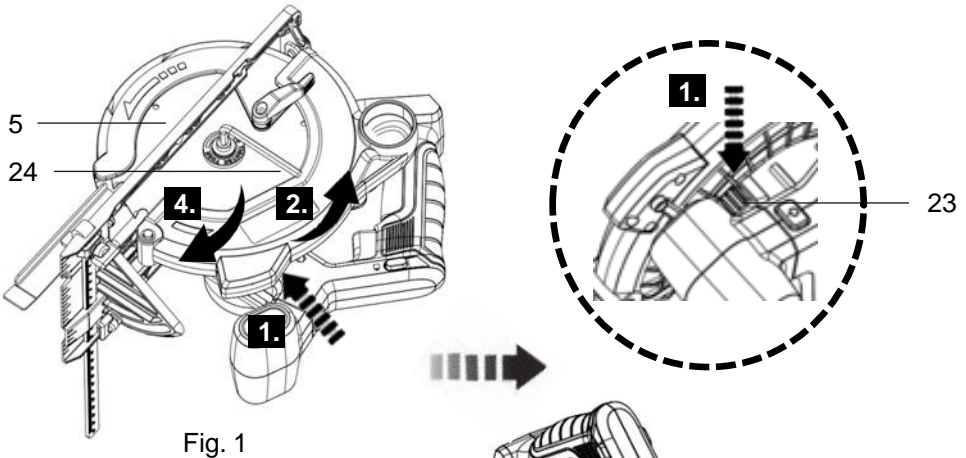
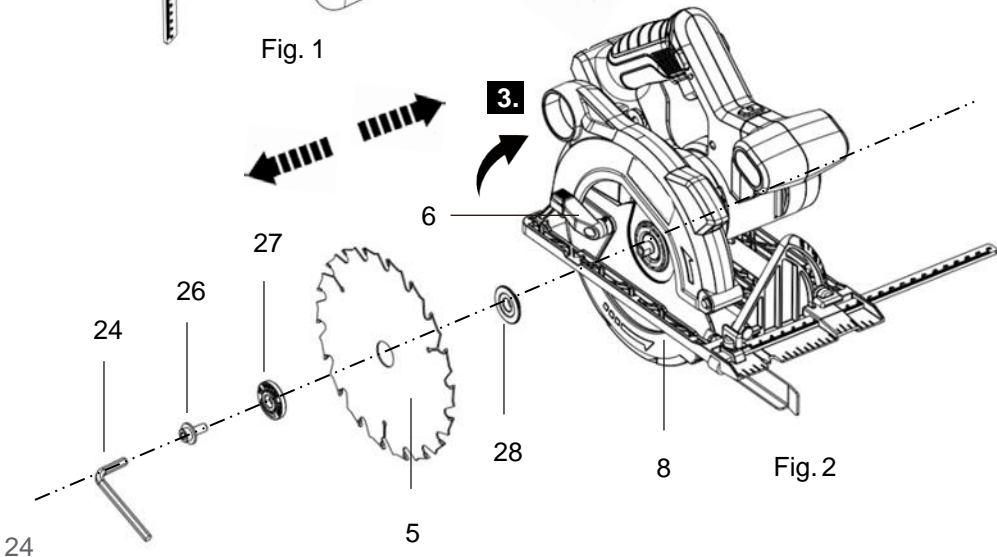

Fig. 1
Fig. 2
2. Bloquee el husillo presionando el botón de bloqueo del husillo (23) (Fig. 1, paso 1) y afloje el perno hexagonal (26) girándolo en sentido antihorario con la llave hexagonal (24) (Fig. 1, paso 2).
3. Retire el perno hexagonal (26) y la brida de apriete (27) del husillo. No retire la brida de apoyo (28).
4. Abra completamente la protección inferior (8) moviendo la palanca retráctil de la protección inferior (6) hacia delante y manténgala en esa posición mientras retira la hoja de sierra (5) del husillo (Fig. 2, paso 3).
5. Deje a un lado la hoja de sierra y con cuidado, mueva la palanca retráctil de la protección inferior (6) de nuevo a su posición inicial para cerrar la protección inferior (8).
6. Limpie de polvo el perno hexagonal (26) y la brida de apriete (27) así como el husillo y su interior.
7. Abra completamente la protección inferior (8) moviendo la palanca retráctil de la protección inferior (6) hacia delante y manténgala en esa posición mientras coloca una hoja de sierra nueva en el husillo (Fig. 2, paso 3). Asegúrese de que la dirección de giro indicada en la hoja de sierra es la misma que la indicada en la carcasa.
8. Mueva con cuidado la palanca retráctil de la protección (6) de vuelta a su posición inicial para cerrar la protección inferior (8).
9. Asegure la hoja de sierra con la brida de apriete (27) y el perno hexagonal (26). Bloquee el husillo presionando el botón de bloqueo del husillo (23) (Fig. 1, paso 1). Apriete el perno hexagonal (26) girándolo en sentido horario con la llave hexagonal (24) (Fig. 1, paso 4).